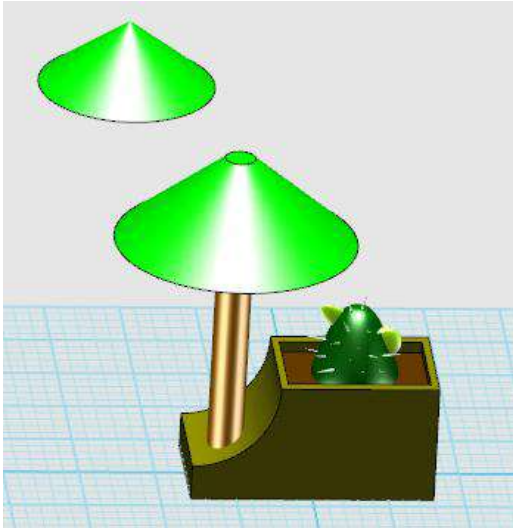

图 34 拖开树尖的效果
1.如图 34 所示，若不小心把数尖拖开了，如何将其再移回去。方法有多种，现介绍一种方法：